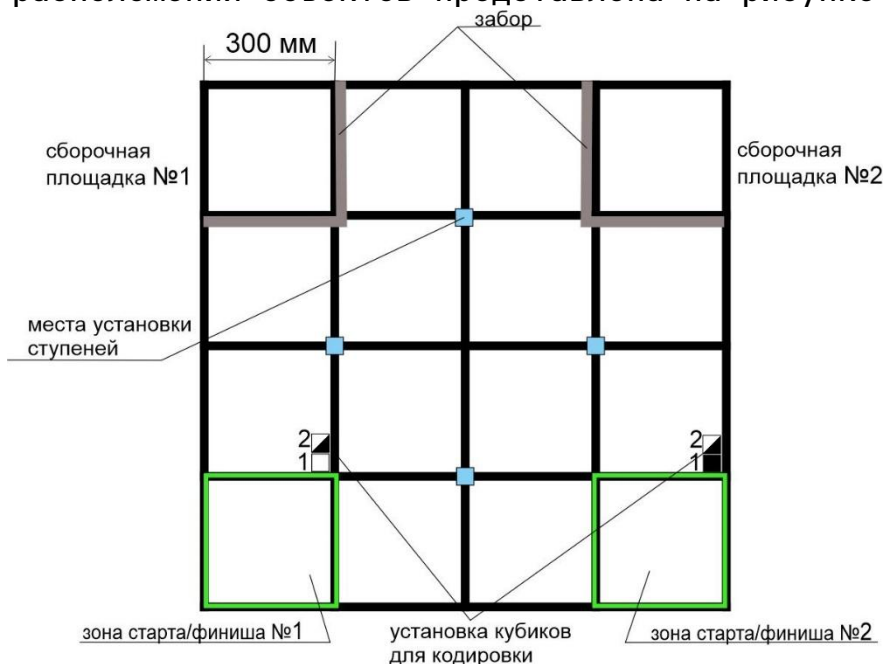

Рисунок 4.
1.2. Робот должен помещаться в стартовую зону размером 300×300 мм (см. рис.4). Во время выполнения задания робот может изменять свои размеры.
Ступени ракеты расположены на местах установки, обозначенных голубыми квадратами на схеме (рис.4).
Таким образом около зоны старта №1 на первой позиции всегда находится белый кубик (см. рис. 4).